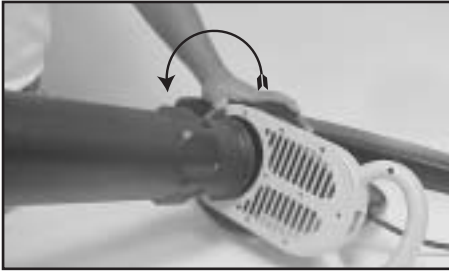
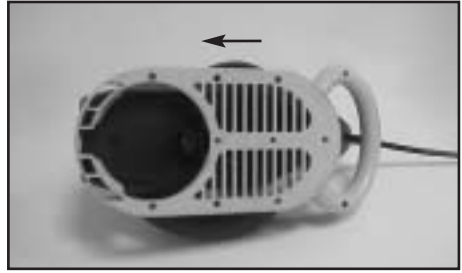

FIG. 2A
FIG. 2B
1. To convert this unit from a vacuum back into a blower, remove vacuum tubes and push sliding intake cover to the closed position. (Fig. 2A & Fig. 2B)
1. Pour convertir cette unité d'aspirateur en souffleur, retirer les tubes d'aspiration et remettre le couvercle du carter en position " fermé" (Fig. 2A & Fig. 2B)
1. Para convertir esta unidad de un aspirador a un soplador, remueva los tubos de aspirado y empuj e deslizando la cubierta de entrada a la posicion de cerrado.(Fig.2A&Fig. 2B)